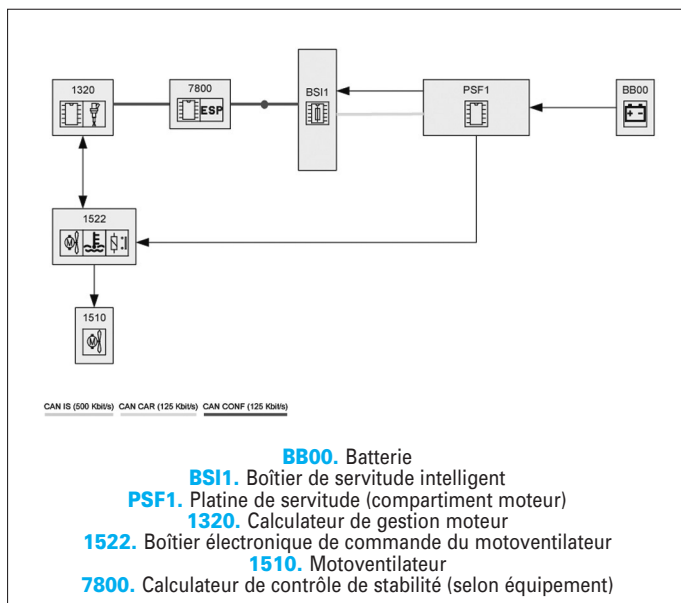

FIG. 19
- Le groupe motoventilateur a deux vitesses de fonctionnement (une petite et une grande) toutes les deux actionnées par le calculateur via le boîtier de commande (Fig. 19).